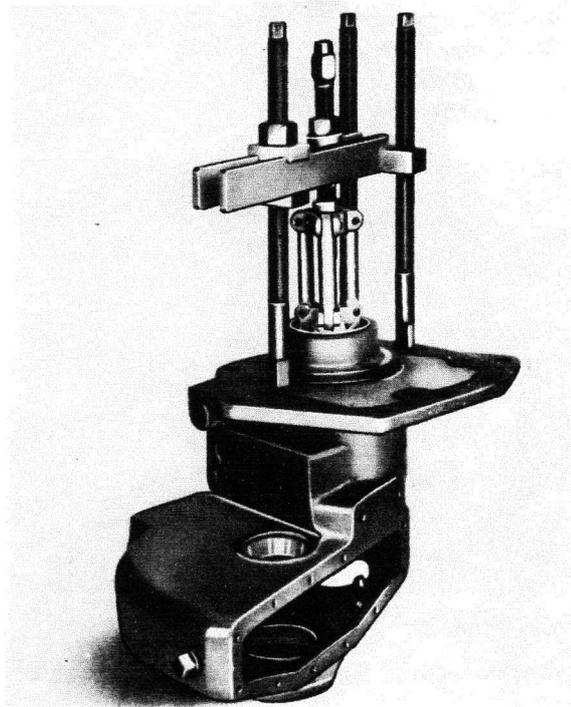

Fig. 19
- 3° Déposer la cuvette du roulement de différentiel au moyen d'un extracteur à 3 griffes (genre FACOM U 28) et d'un pont de montage (fig. 19).